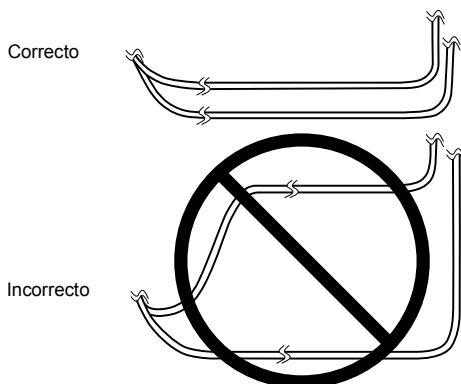

Figura 5. Colocación para dos cuerpos de electrodo.
- Al colocar los dos cuerpos del electrodo, asegúrese de que el área que los separa sea mínima (Figura 5). Si los cuerpos del electrodo están colocados en forma de bucle y el paciente es expuesto a alguna fuente de interferencias electromagnéticas (como detectores antirrobo), podría percibir un aumento momentáneo de la estimulación que en ocasiones se ha descrito como una estimulación molesta (sensación de sacudida o descarga).